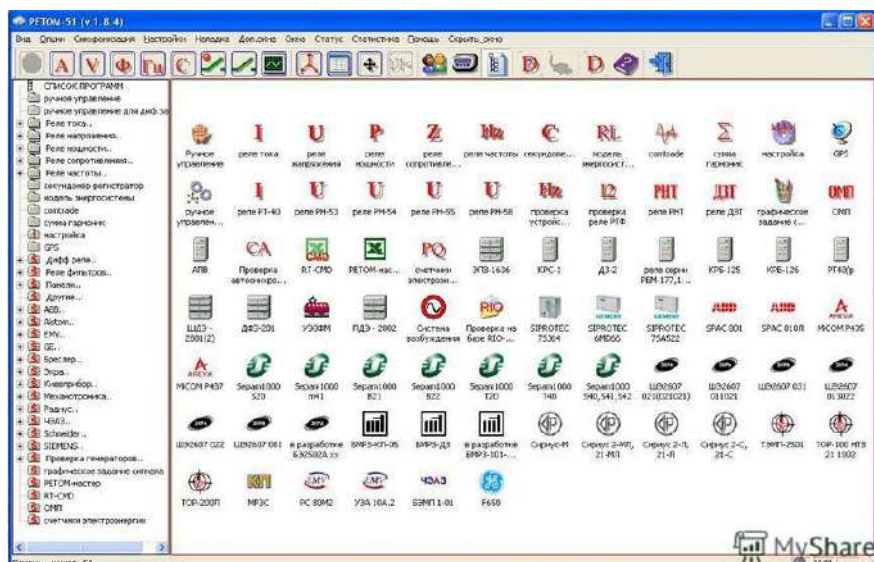

Рисунок 6.8 – Окно «РЕТОМ-61»
12. Запустить приложение «РЕТОМ.exe» от имени администратора (рис. 6.8).